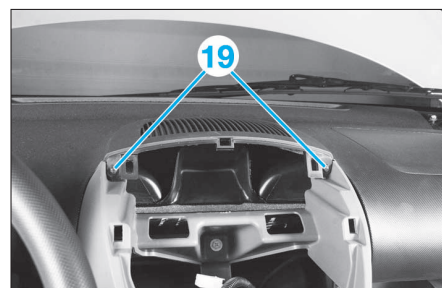

FIG. 52
- Déposer les vis de fixation (19) (Fig.52).